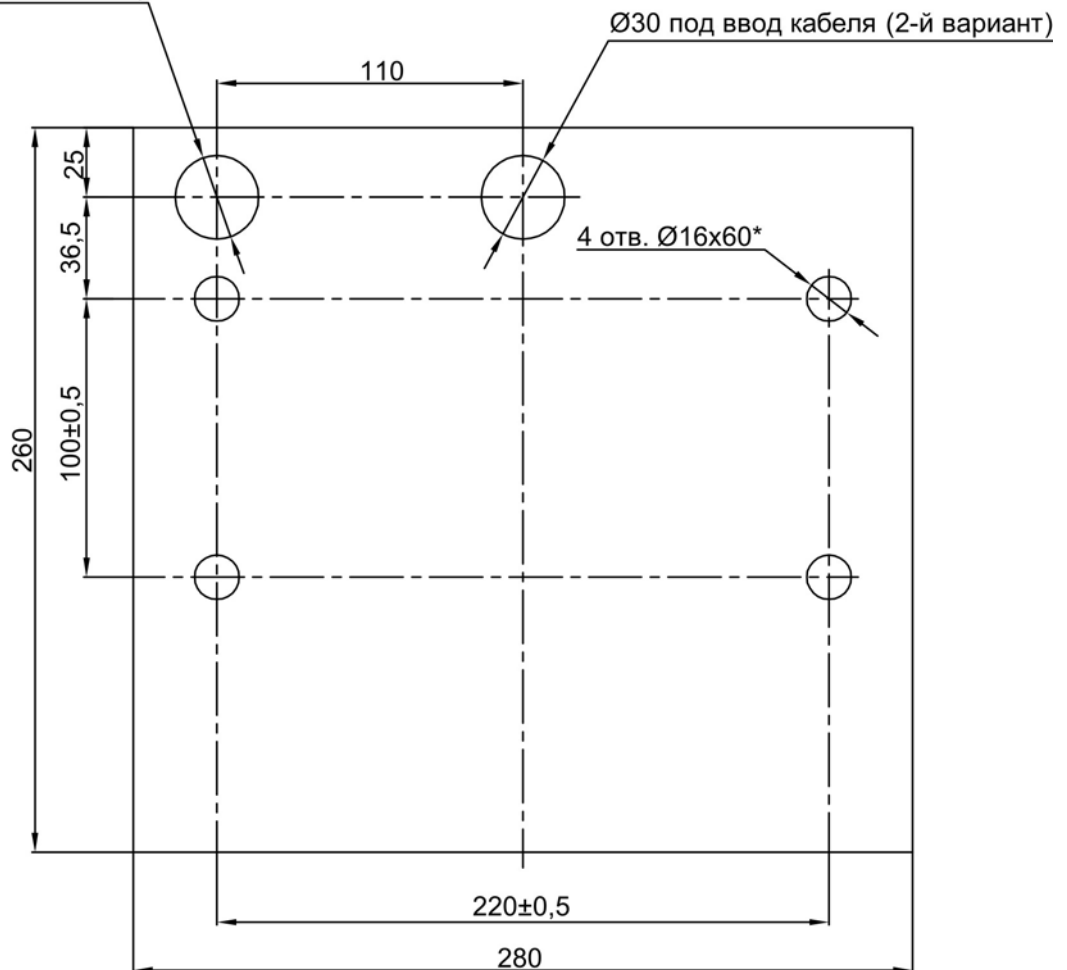

Рисунок 9 – Разметка отверстий в полу под крепление стойки турникета и отверстия для ввода кабелей
9.4.2. Подготовьте в полу отверстия под гильзы анкеров (15) для крепления стойки турникета (см. рисунок 9).
Примечание – При необходимости прокладки кабелей под поверхностью пола подготовьте в полу кабельный канал, подходящий к отверстиям для ввода этих кабелей в стойку турникета (вариант 1 или 2, рисунок 9). Установку и крепление стойки турникета производите после прокладки всех кабелей в кабельном канале и внутри стойки турникета.